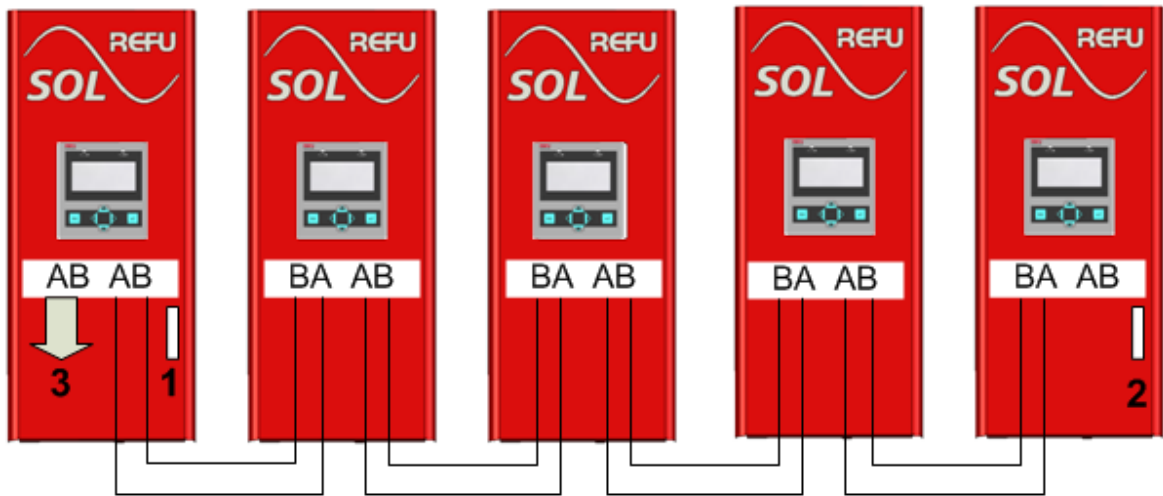

Bild 10 Aufbau des Netzwerks
- An serieller Schnittstelle RS485 durch ein Kabel mit RJ45-Steckern oder Kabel am Klemmenstecker (Anschluss A und B) die Verbindung zwischen den Wechselrichtern bzw. Wechselrichtern und Überwachungsgeräten herstellen (Bild 10).